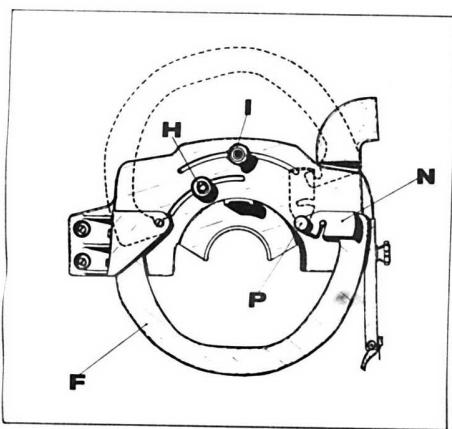

Fig. 23
1. Turn the guide square (N) until the internal protection (F) is completely free.
2. Turn the internal protection until it is in the position indicated in Fig.23 shown with dotted lines.
4. Replace the internal protection (F) in position and re-position the guide square (N) by means of knob (P).
1. Ruotare la squadretta (N) fino a liberare completamente la protezione interna (F).
2. Ruotare la protezione interna fino alla posizione indicata in fig.23 tratteggiata.
4. Rimettere in posizione la protezione interna (F) e riposizionare la squadretta (N) agendo sul pomello (P)